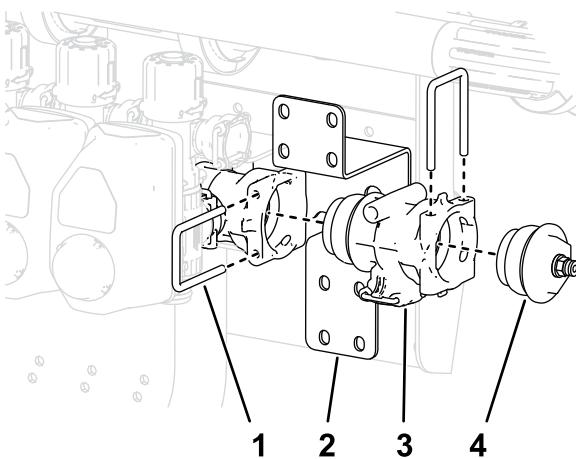

Figura 35
3. Retire la horquilla de retención que sujeta la tapa del acoplamiento y el racor del extremo de la sección de la válvula (Figura 35).